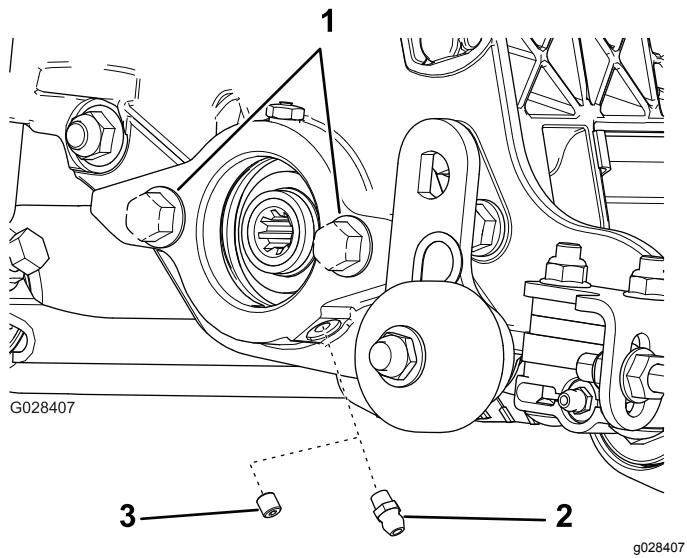

Figura 6
1. Retire e deite fora o parafuso de afinação da placa lateral do motor do cilindro (**Figura 6**).
2. Instale o bocal de lubrificação reto (**Figura 6**).
3. Se não existirem parafusos na placa lateral do motor do cilindro, instale-os (**Figura 6**).